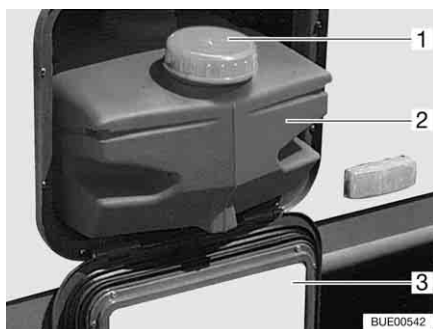

Fig. 146 Réservoir d'eau 22 l
Fermer le réservoir d'eau pendant le transport, à l'aide du couvercle de fermeture (Fig. 146,1).
- Ouvrir le portillon de service (Fig. 146,3) (voir chapitre 6).
- Soutirer le réservoir d'eau (Fig. 146,2).
- Soutirer le réservoir d'eau (Fig. 146,2) et le vidanger.